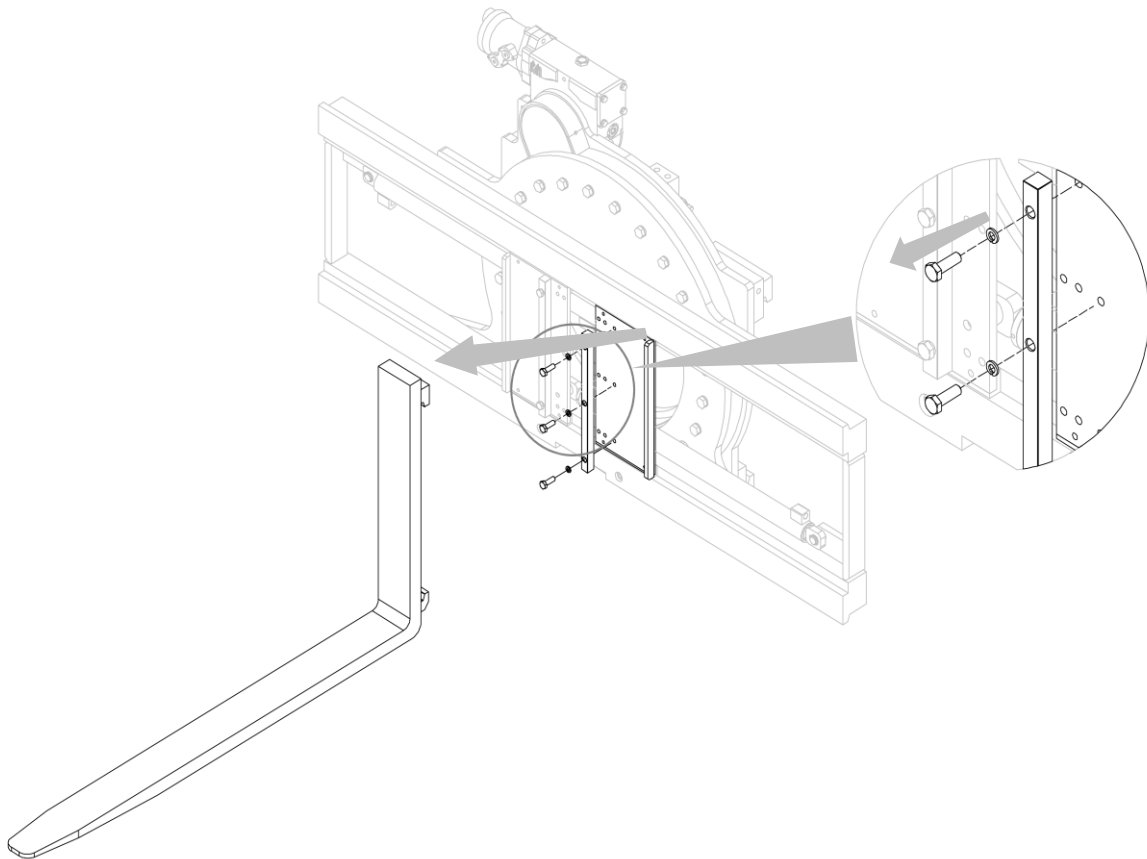

Abbildung 28
2. Ziehen Sie die Gabelzinken ab, nachdem Sie die Feststeller für die Gabelzinken entfernt haben (siehe *Abbildung 28*);